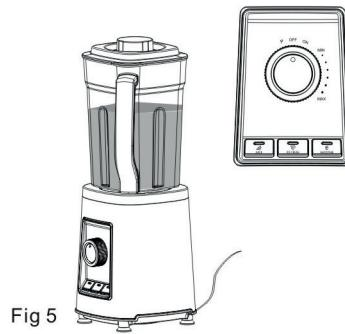

Fig 5
- Vrid funktionsvälgjaren (14) till ON och välj önskat program eller valfri steglös inställning. Mixningen påbörjas. Fig 5.